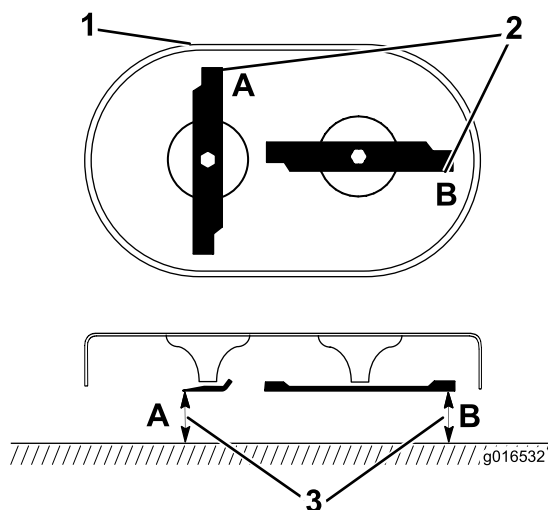

Figure 28
1. Tournez les lames à la position indiquée à la Figure 28.
2. Mesurez la distance entre une surface plane et le tranchant des lames aux points A et B, (Figure 28), et notez ces deux dimensions.
3. Tournez les lames pour faire passer les extrémités opposées aux points A et B (Figure 28).